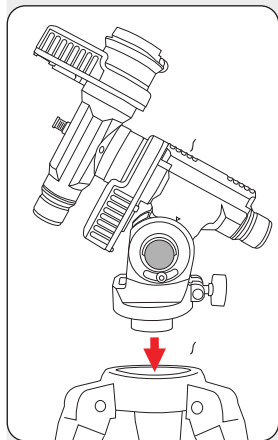

Fig. 9: Posizionare la testa della montatura
7.1. PANORAMICA DEI COMPONENTI DELLA MONTATURA (FIG. 9)
- (14) Testa della montatura con ghiera di alloggiamento (14 a)
- (15) Livella a bolla circolare
- (16) Vite di regolazione della latitudine con scala della latitudine (16 a)
- (17) Bloccaggio RA
- (18) Interruttore di accensione/spegnimento
- (19) Pannello di collegamento (dettagli: vedere 11.)
- (20) Vite di bloccaggio per la guida del tubo
- (21) Guida a coda di rondine per la guida del tubo
- (22) Apertura del cannocchiale polare con tappo di chiusura (22 a)
- (23) Bloccaggio DEC con filettatura interna (23 a)
2. Inserire la testa della montatura (14) con la ghiera di alloggiamento (14 a) nell'apertura di alloggiamento (1 a) della testa del treppiede e tenerla ferma con una mano (Fig. 9).